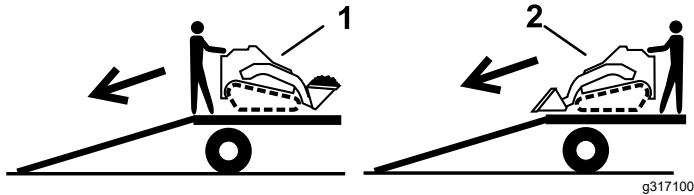

Figure 22
2. Placez toujours l'extrémité la plus lourde de la machine en haut de la rampe, la charge en bas, pour la descendre de la remorque (Figure 22).